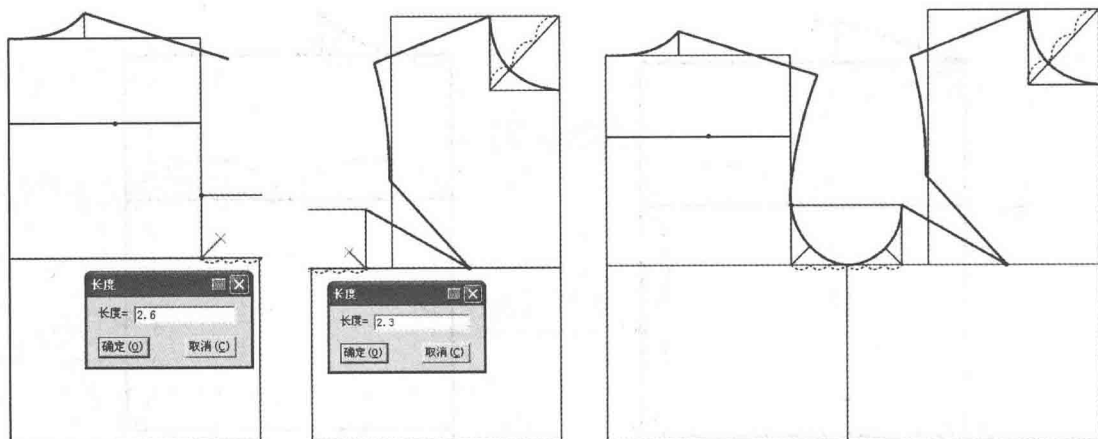

图4-22 画袖窿弧线
(1) 选择  【智能笔】工具从背宽线与胸围线交点画一条 45° 对角线 2.6cm (三分之一等分量 $1.8\text{cm} + 0.8\text{cm}$)。
(2) 选择  【智能笔】工具从胸宽线与胸围线交点画一条 45° 对角线 2.3cm (三分之一等分量 $1.8\text{cm} + 0.5\text{cm}$)。
(3) 选择  【智能笔】工具经控制点画好袖窿弧线, 再用  【调整】工具调顺袖窿弧线 (图 4-22)。